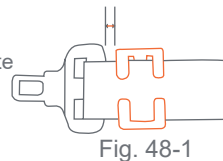

Fig. 48-1
- Sujete el cinturón de hombro al cinturón de cadera instalando el clip de bloqueo a media pulgada de la hebilla como se muestra en (Fig. 48-1).